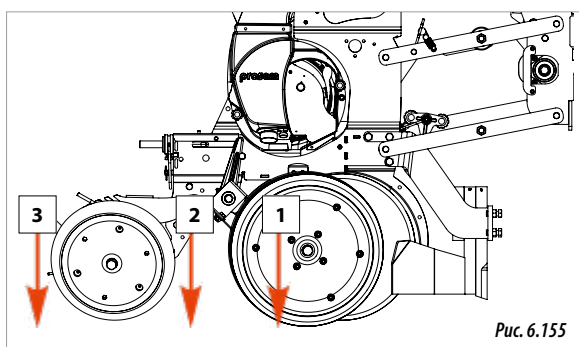

Рис. 6.155
ТУК МИКРОГРАНУЛЯТА вносится вместе с семенами (см. 1 на Рис. 6.155).
- В ПОДПОВЕРХНОСТНЫЙ СЛОЙ (см. 2 на Рис. 6.155).
- В ПОВЕРХНОСТНЫЙ СЛОЙ (см. 3 на Рис. 6.155).